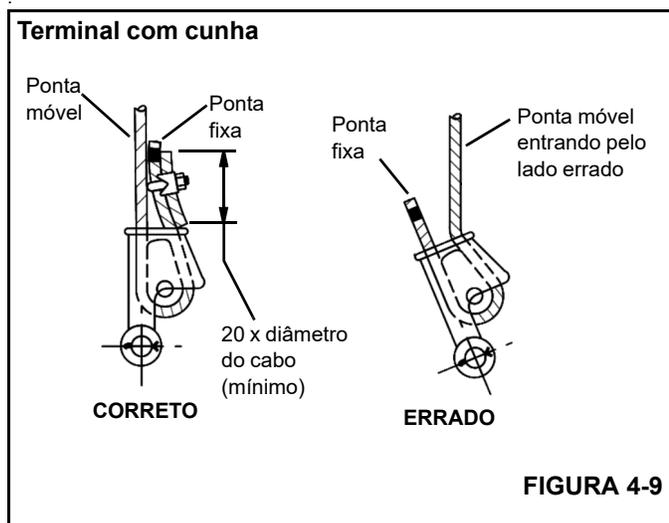

FIGURA 4-9
3. Certifique-se de que a extremidade móvel do cabo (Figura 4-9) esteja diretamente alinhada com os olhais do terminal e com o sentido da tração a que o cabo será submetido. Se o cabo for incorretamente carregado no terminal, sob uma carga, o cabo dobrará conforme sai do terminal e a borda do terminal se desgastará no cabo causando danos ao cabo e falhas eventuais.
4. Insira a extremidade do cabo de aço no terminal, forme um laço no cabo e passe-o de volta através do terminal deixando que a ponta fixa (Figura 4-9) sobressaia do terminal. Verifique se a ponta fixa do cabo tem comprimento suficiente para que seja possível aplicar o tratamento da extremidade à ponta fixa após a cunha ter sido assentada.